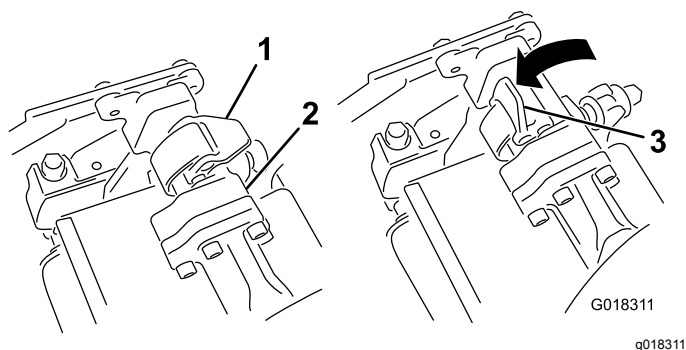
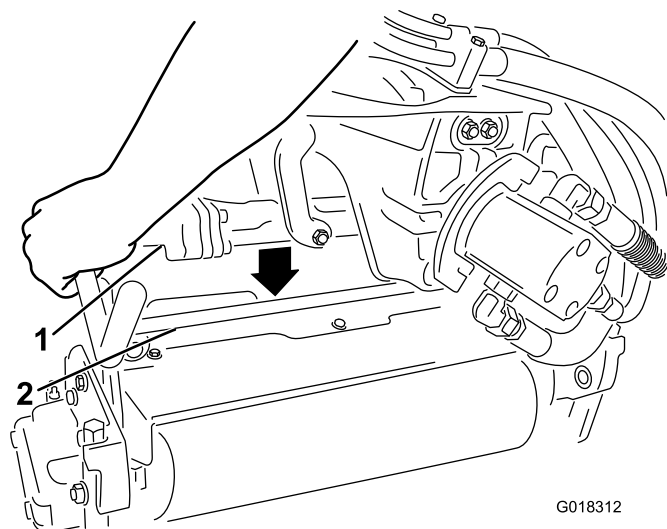

Bild 1
Bild 2
3. Die Riegel an der Aufhängearmstange müssen nach oben zeigen (**Bild 1**); drücken Sie den Aufhängearm dann so nach unten, dass die Stange über die Stange an der Oberseite der Dreifachrolle passt (**Bild 2**).
4. Drücken Sie die Riegel nach unten und um die Dreifachrolle und arretieren sie (**Bild 1**).